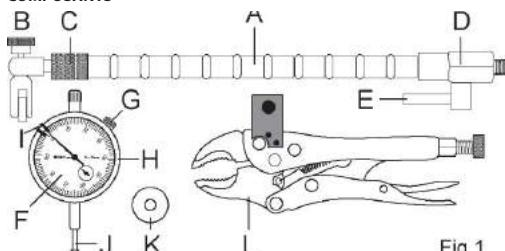

Fig 1
- Réinitialiser le comparateur : faire tourner d'abord le disque de frein à la position où la mesure obtenue est la plus basse, desserrer ensuite la vis de blocage de la bague (G) et faire tourner la bague (H) pour mettre l'aiguille sur zéro. Appuyer ensuite sur la vis de blocage de la bague (G). Fig. 1 et 3
- Les index mobiles (I) peuvent être déplacés pour marquer les deux emplacements extrêmes atteints par l'aiguille et indiquer par conséquent le voile du disque. Il est également possible de mettre les index mobiles sur les valeurs maximales autorisées par le constructeur et de faire tourner le disque. Si l'aiguille reste dans la plage des index mobiles, le voile du disque est acceptable.